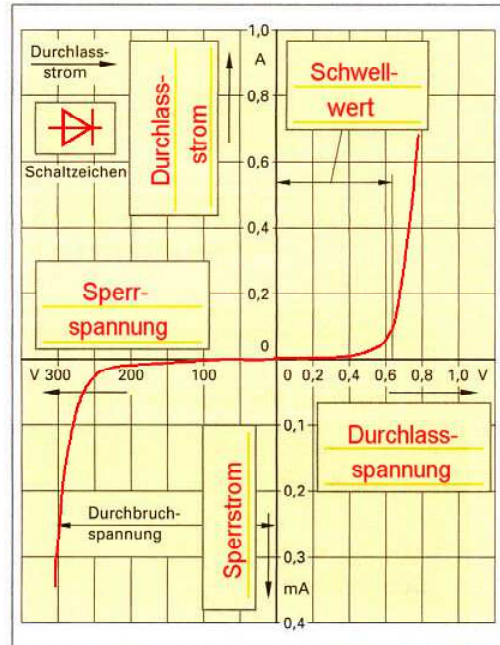

Bild 4: Diodenkennlinie
- 5 Ergänzen Sie in Bild 4 das Schaltzeichen und die Kennlinie. Tragen Sie die Worte „Durchlassspannung“, „Durchlassstrom“, „Sperrspannung“, „Sperrstrom“ und „Schwellwert“ ein.